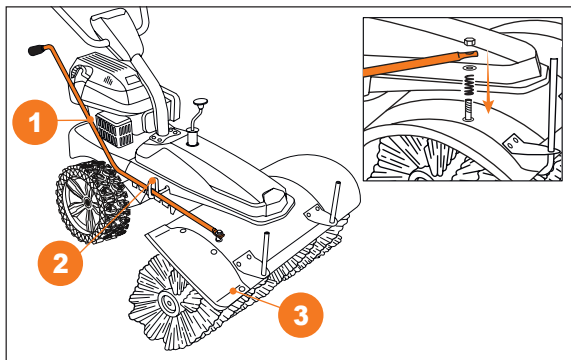

Рис. 5
- Установите рычаг управления поворотом щетки **1** в держатель **2**. Рычаг монтируется на кожух щетки **3** (Рис. 5).